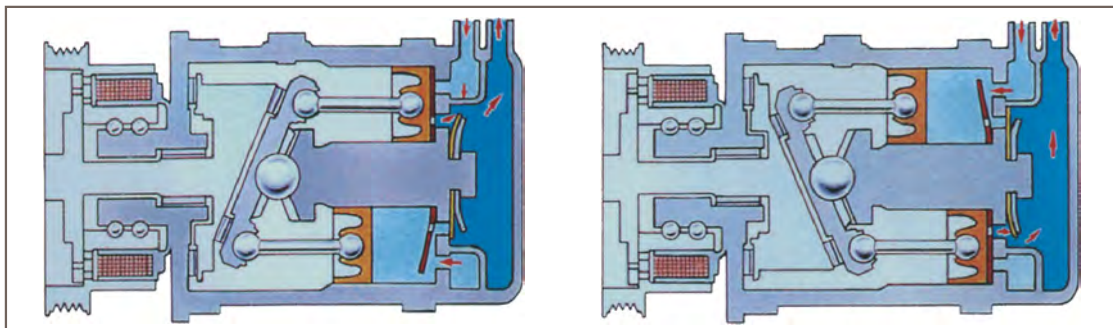

图8-3 压缩机工作过程
② 压缩机的工作过程：压缩机的工作过程如图8-3所示，当打开制冷系统时离合器吸合，皮带盘带动主轴旋转，由于齿盘固定了摇板的运动轨迹，推动摇板作往复摆动，摇板圆周上分布着7个球关节，通过球头连杆与活塞相连。摇板的摆动推动某些气缸的活塞向上运动，而另一些向下运动，产生泵气作用，将高压高温气体压入冷凝器。